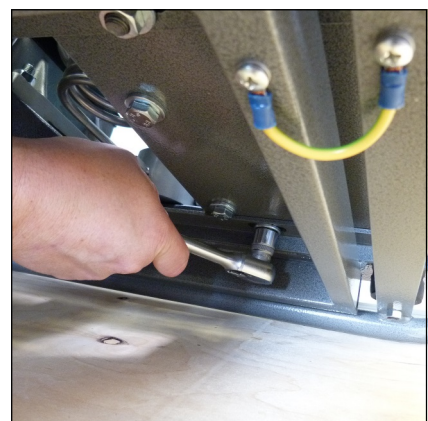

Abb. 2 - Befestigungsmuttern des Motors lösen
- Seitliche Spannmutter drehen bis korrekte Keilriemenspannung erreicht ist (Abb. 2).
- Der Kompressorblock muss bis zur oberen Kante mit Öl befüllt sein. Dies Erkennen Sie am Besten mit einem Hilfsmittel (Abb.2).